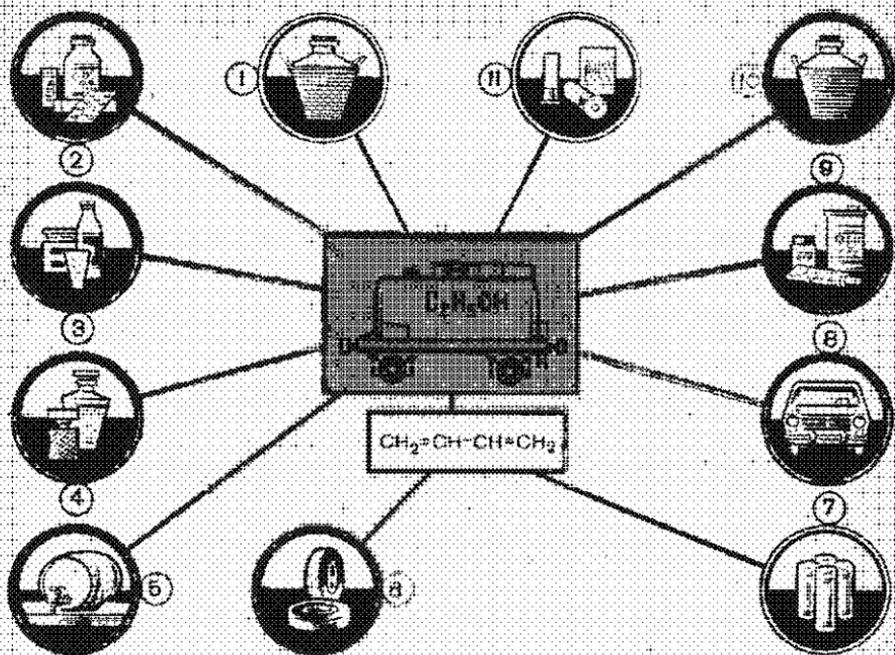

Рис. 154. Применение этанола:
**Применение.** Этанол широко применяют в разных отраслях народного хозяйства (рис. 154). В больших количествах его используют при производстве синтетических каучуков. Он является также растворителем и исходным материалом для производства лаков, медикаментов и душистых веществ. Из него получают уксусную кислоту, диэтиловый эфир, различные сложные эфиры, красители и другие вещества. Этанол в медицине применяют как дезинфицирующее средство. Из этанола изготовляют также алкогольные напитки. Но следует учесть, что этанол — это наркотическое вещество. Он быстро всасывается в кровь и возбуждающе действует на организм. Спиртные напитки вызывают тяжелые заболевания нервной системы, органов пищеварения, сердца и кровеносных сосудов.